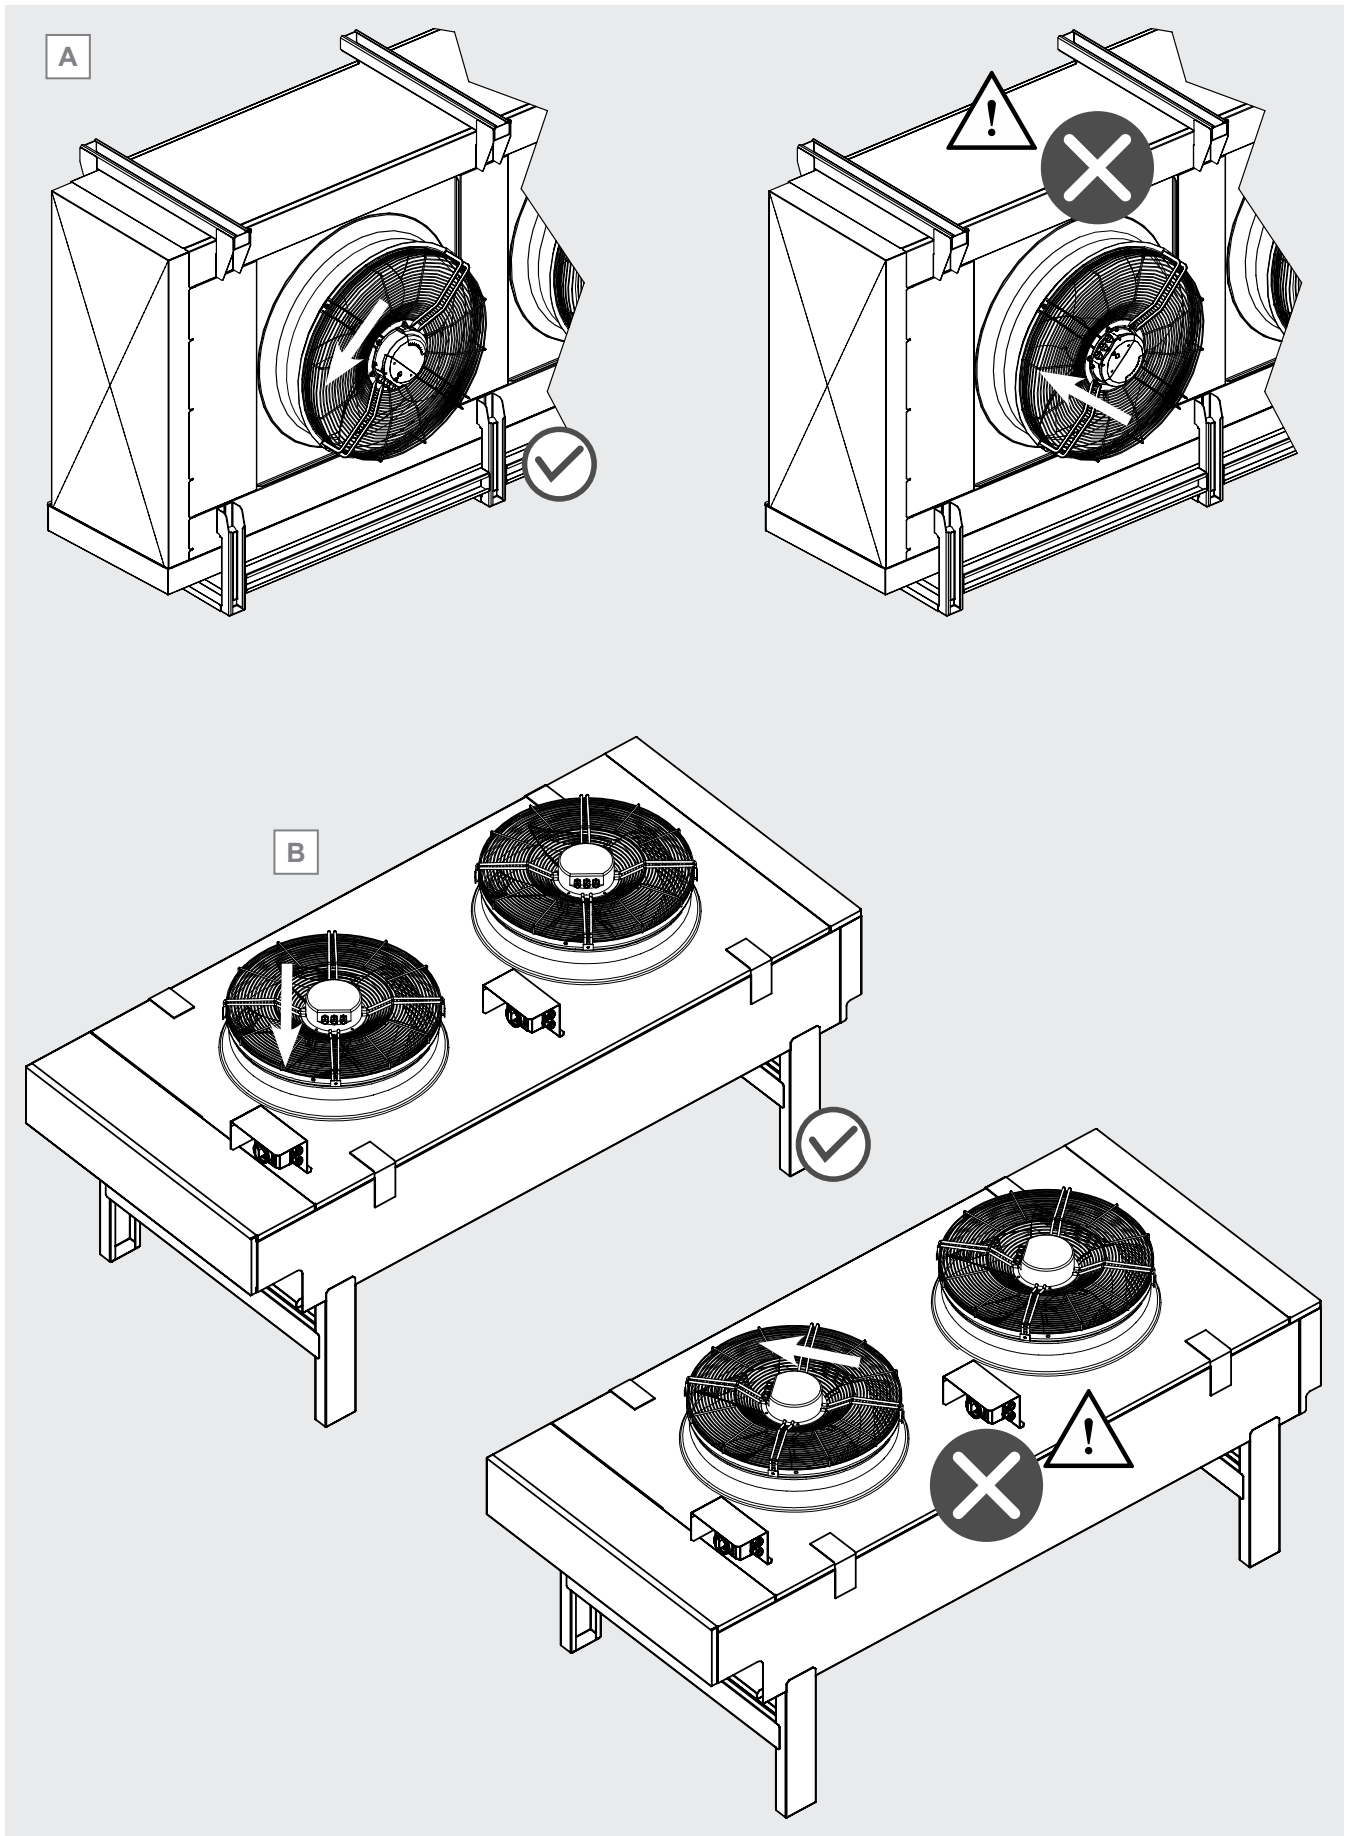

Figura 4
2.12 Preste atención a la orientación del ventilador del motor. Véase la Figura 4.
2.12.1 En los modelos con flujo de aire horizontal, el ventilador debe orientarse de forma que los prensaestopas apunten hacia abajo. Véase la Figura 4 A.
2.12.2 En los modelos con flujo de aire vertical, oriente el ventilador de forma que los prensaestopas queden orientados hacia el interruptor del motor (si está instalado). Véase la Figura 4 B. Tenga en cuenta la longitud de los cables.